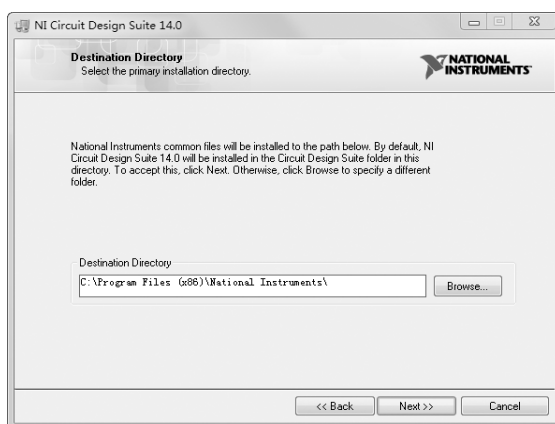

图 1-6 选择安装目标路径
4) 单击 **Next >>** 按钮，提示选择目标安装路径，如图 1-6 所示。